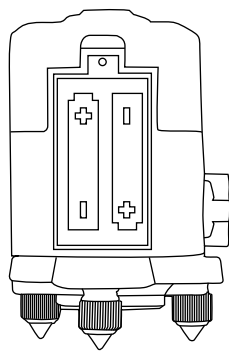

рис. 1
1. Откройте крышку батарейного отсека и установите две батареи АА, как показано на рисунке ниже (рис. 1).